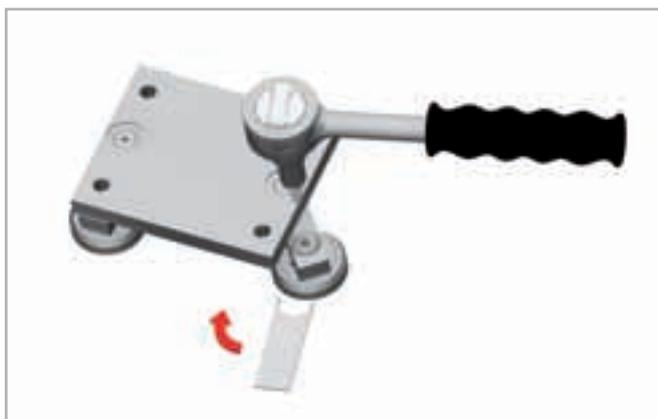

Fig. 11
- La clé spéciale plate fournie est emboîtée par le côté sur le six pans du galet à régler (voir fig. 11).